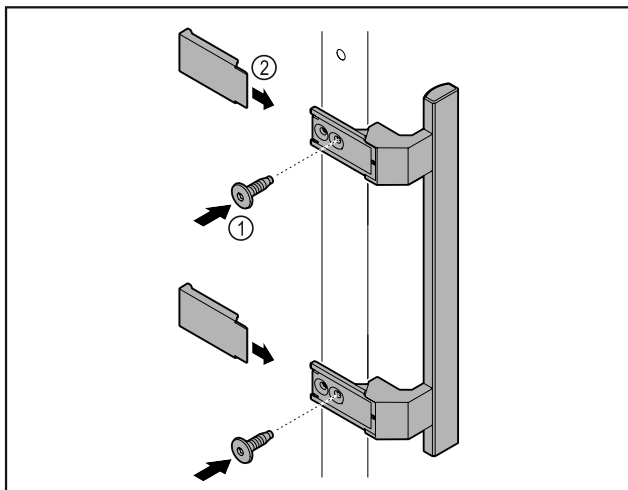

Fig. 7
- ▶ Τοποθετήστε τη λαβή από τη συσκευασία με τις βίδες Fig. 7 (1) στην πόρτα.
- ▶ Τοποθετήστε το κάλυμμα Fig. 7 (2).